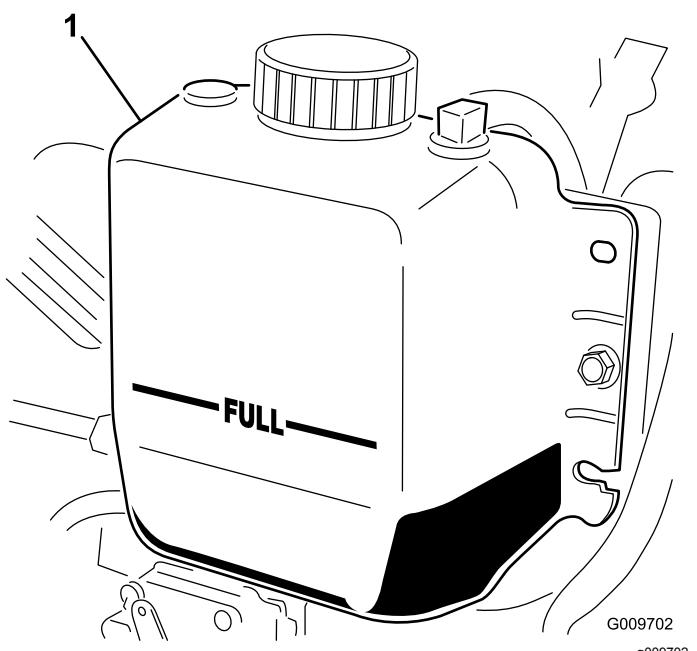

Figura 63
2. Controllate il livello del refrigerante nel radiatore. Il radiatore deve essere riempito fino alla parte superiore del collo del bocchettone ed il serbatoio di espansione fino al segno di pieno FULL (Figura 63).